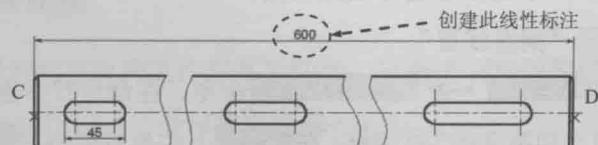

图 1.1.23 创建越过断面符号的线性标注
(2) 创建越过断面符号的线性标注。选择下拉菜单 $\text{标注}(\text{Q}) \rightarrow \text{线性}(\text{L})$ 命令，分别单击图 1.1.23 中的 C、D 两点，在命令行中输入字母 T 并按 Enter 键，输入数值 600 后按 Enter 键；在绘图区的空白区域单击，以确定尺寸放置的位置。